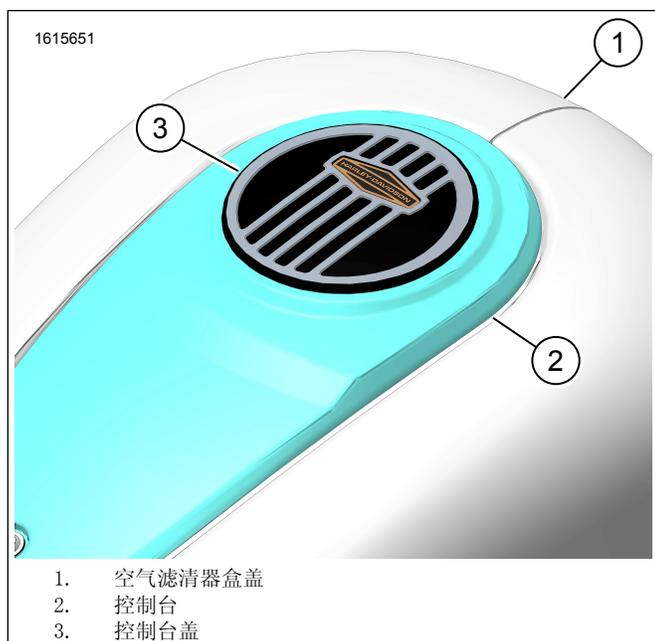

图2。安装的控制台装饰
2. 参见图2。测试控制台盖(3)的贴合性。
1. 参见图2。从控制台盖(3)上拆下背胶衬垫。